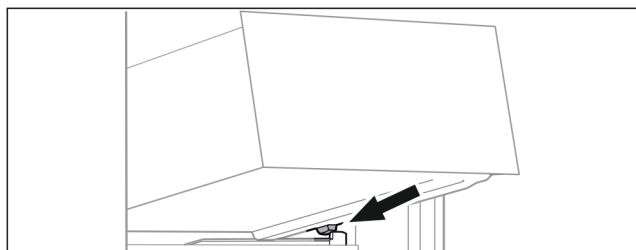

Fig. 192
- ▶ Nasadte zásuvku šikmo za zářky na žebrování na nádoby. (viz Fig. 192)